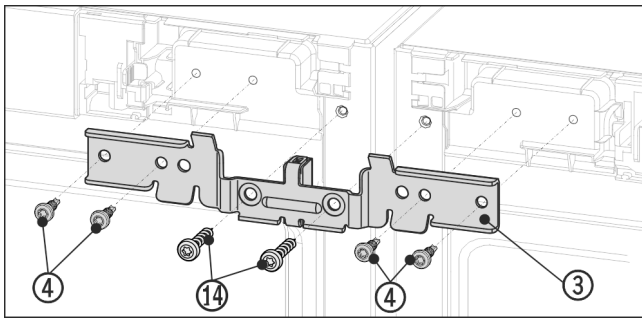

Fig. 12 Beispielhafte Darstellung
- ▶ Winkel *Fig. 12 (3)* mit dem Distanzstück zwischen die Geräte und auf die Zapfen schieben. Den Winkel mit vier Schrauben *Fig. 12 (4)* und den zuvor herausgeschraubten Erdungsschrauben *Fig. 12 (14)* abwechselnd rechts und links lose anschrauben.